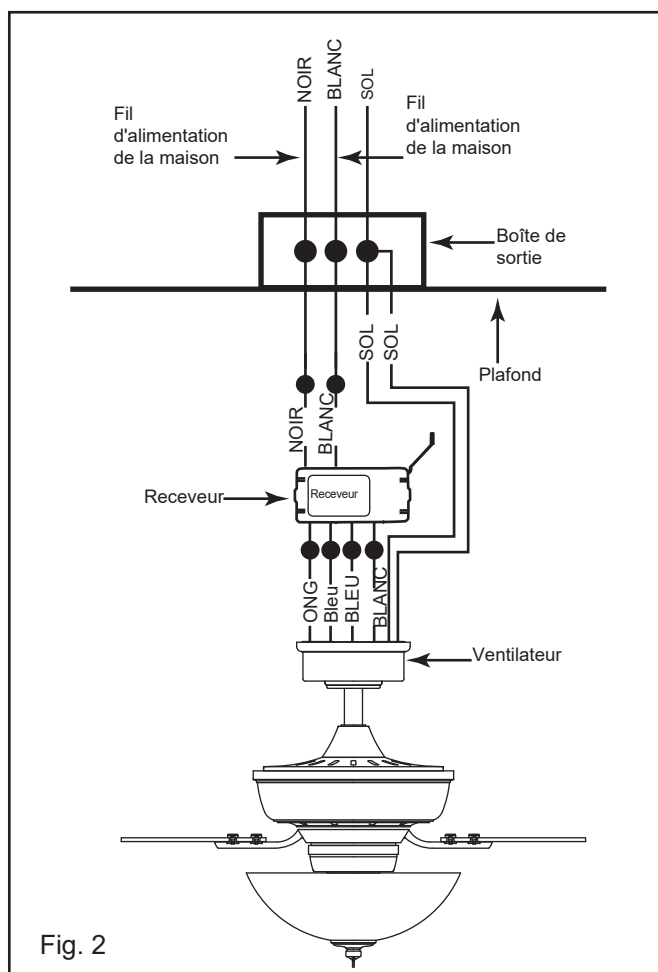

Fig. 2
4. Effectuez les connexions comme suit, à l'aide des serre-fils fournis: (Fig. 2)